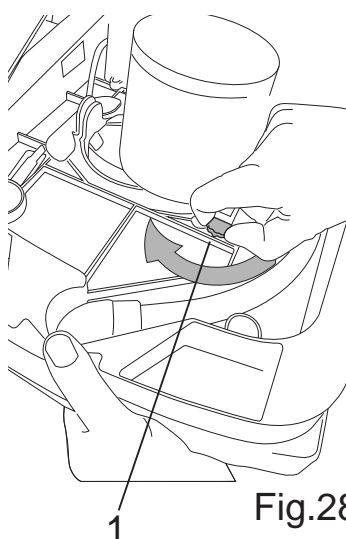

Fig.28
Trækkets intensitet kan varieres ved at dreje på drejeknappen (Fig.28-Ref.1). Drejeknappen er opdelt i to dele, en der er grøn, og en der er gul:
- Skub børsten/motoren opad med hånden, og drej på drejeknappen med den anden hånd (Fig.28-Ref.1) til den ønskede stilling.